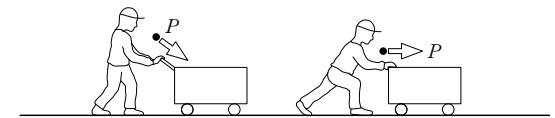

図4 — 力の作用点
- ③ 子供が乗っている三輪車を後ろから押すときに、同じ大きさの力で押しても、三輪車の下のほうを押すのと、子供の背中を押すのでは運動の様子が異なります(図4)。